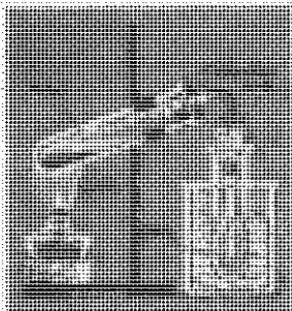

Рис. 106. Получение азотной кислоты из нитратов.
**Получение азотной кислоты из нитратов.** В пробирку поместите 4—5 г нитрата натрия и прилейте столько концентрированной серной кислоты, чтобы она покрыла всю соль. Пробирку закройте пробкой с газоотводной трубкой. Конiec газоотводной трубки опустите во вторую пробирку, которая помещена в стакан с холодной водой (рис. 106). Пробирку с нитратом натрия и серной кислотой нагрейте. В пробирке-приемнике постепенно накапливается жидкость желтоватого цвета.